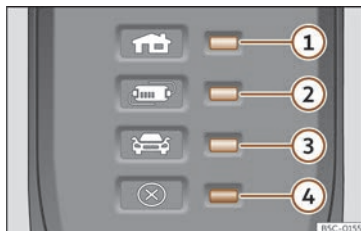

Abb. 69 Am Ladekabel für Netzsteckdosen: Kontrollleuchten in der Schutzeinrichtung.
>>> (Abb. 69):
Durch die elektronische Schutzeinrichtung >>> (Abb. 69) ist der Ladestecker so lange stromlos, bis er in die Ladedose des Fahrzeugs eingesteckt wird.
Eine oder mehrere Kontrollleuchten >>> (Abb. 69) ①, ② oder ③ leuchten grün.
Anzeige >>> (Abb. 69)	Bedeutung
① ④ blinken	Der Hausstecker hat sich stark erhitzt.
② ④ blinken	Die Schutzeinrichtung hat sich stark erhitzt.
Wenn der Ladevorgang mit einem geringeren Ladestrom fortgesetzt wird, blinkt abgesehen von der Betriebsanzeige die Warnleuchte >>> (Abb. 69) ④ rot.
- Sollte es wieder zu einer Abschaltung oder Verringerung des Ladestroms kommen und die Ursache hierfür nicht mit einer externen Wärmequelle in Verbindung stehen, ist darauf zu achten, welche grüne Kontrollleuchte blinkt >>> (Abb. 69). Zur Überprüfung des Ladekabels ist ein CUPRA-Fachbetrieb oder ein SEAT-Vertragshändler aufzusuchen. Zur Überprüfung der Anschlüsse der Ladeinfrastruktur ist ein Fachunternehmen für Elektroinstallationen aufzusuchen.
Wenn die rote Warnleuchte ④ blinkt oder leuchtet, ohne dass gleichzeitig eine der Kontrollleuchten >>> (Abb. 69) ①, ② oder ③ die Betriebsanzeige dauerhaft leuchtet, liegt eine Störung vor.